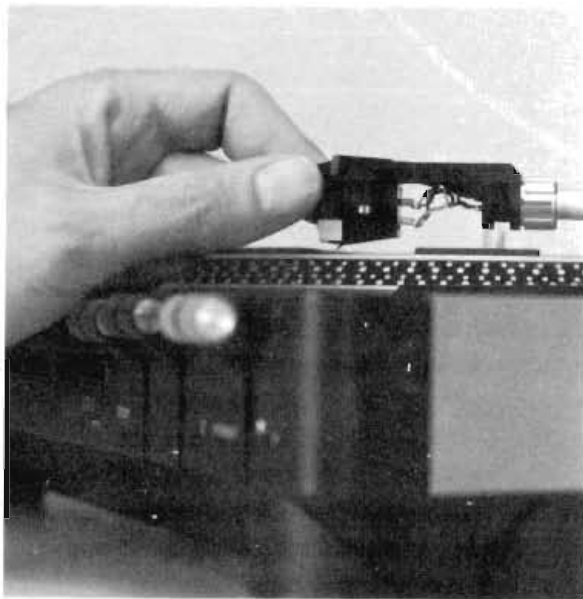
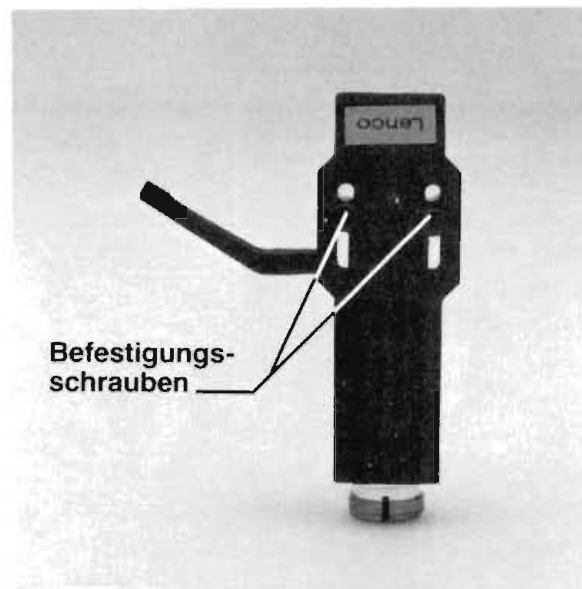
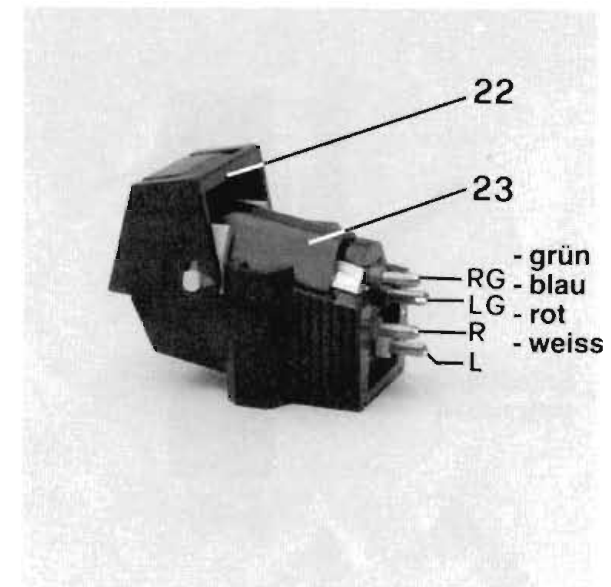

Fig. 22
Fig. 23
Fig. 24
Klappen Sie den Nadelschutz (22) über die Nadel. Lösen Sie die Befestigungshülse (13) und ziehen Sie den Tonarmkopf (Bild 22, 15) nach vorne ab. Ziehen Sie mit einer Pinzette vorsichtig die Steckhülsen der vier Anschlussleitungen vom Tonabnehmersystem (23) ab. Lösen Sie die beiden Schrauben (Bild 23) am Tonarmkopf mit einem passenden Schraubenzieher, und nehmen Sie das Tonabnehmersystem (23) heraus.
Achten Sie darauf, dass die Nadel durch den Nadelschutz verdeckt ist. Setzen Sie das Tonabnehmersystem in den abmontierten Tonarmkopf (15) ein und befestigen Sie es mit den beiden Schrauben (Bild 23). Stecken Sie die Steckhülsen der vier Anschlussleitungen mit einer Pinzette auf die Kontaktstifte des Tonabnehmersystems (23). Achten Sie dabei auf die richtige Reihenfolge der Farben der einzelnen Anschlusskabel. Diese Reihenfolge entnehmen Sie bitte dem Bild 24. Verlegen Sie die vier Anschlusskabel so, dass sie sich ganz im Oberteil des Tonarmkopfes befinden. Dadurch wird eine Brummeinstreuung verhindert. Stellen Sie nun die Nadel ein (siehe Seite 14). Stecken Sie den Tonarmkopf auf den Tonarm und schrauben Sie ihn mit der Befestigungshülse (13) fest.
Place the stylus protector (22) over the stylus. Loosen the securing nut (13) and remove the headshell (fig. 22, 15). Using tweezers carefully draw the four connecting sleeves from the four contact pins of the cartridge (23). Loosen the two screws (fig. 23) on the headshell with a small screw driver and remove the cartridge.
Be sure that the stylus is protected by the cover. Place the cartridge in the detached headshell (15) and tighten it with the two screws (fig. 23). Stick the four connection sleeves onto the four corresponding pins of the cartridge (23). Please see figure 24 for the correct order. The four connecting cables must be in the upper section of the headshell to avert an intermittent rumbling noise. Put the headshell onto the tone arm and tighten it with the securing nut.